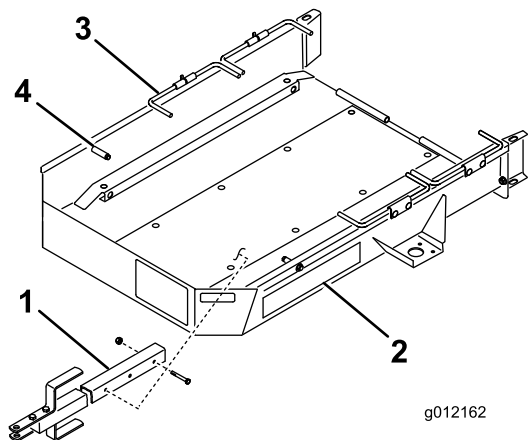

Рисунок 1
1. Прикрепите узел дышла к монтажному кронштейну на нижней стороне платформы прицепа с помощью 2 болтов (3/8 x 2-3/4 дюйма), 2 проставок и 2 контргаяк. В большинстве случаев используйте передний набор крепежных отверстий в дышле и кронштейне (**Рисунок 1**).
3. Снимите корзины с машины, отключите привод барабана и переведите дроссельную заслонку в самое медленное положение. **Медленно** заведите машину на прицеп до контакта транспортных колес с упорами прицепа (Рисунок 1).
5. Поверните первый набор рулевых тяг вниз за транспортные колеса машины (Рисунок 1).